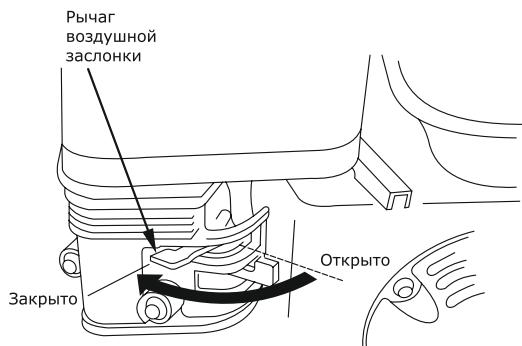

Рис.11
- Поставьте рычаг привода воздушной заслонки (рис. 11) в следующее положение: